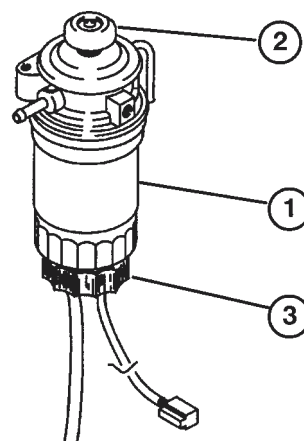

Fig. 6
3. Drei tappepluggen på drivstoffilteret/vannutskilleren ca. en omgang og la alt oppsamlet vann renne ut. Bruk om nødvendig primerpumpen for å tappe ut vannet (fig. 6). Trekk til pluggen igjen etter tapping.